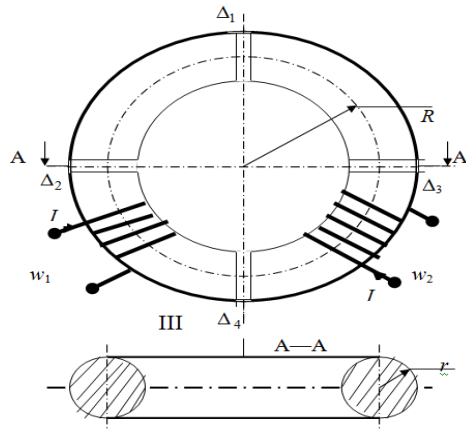
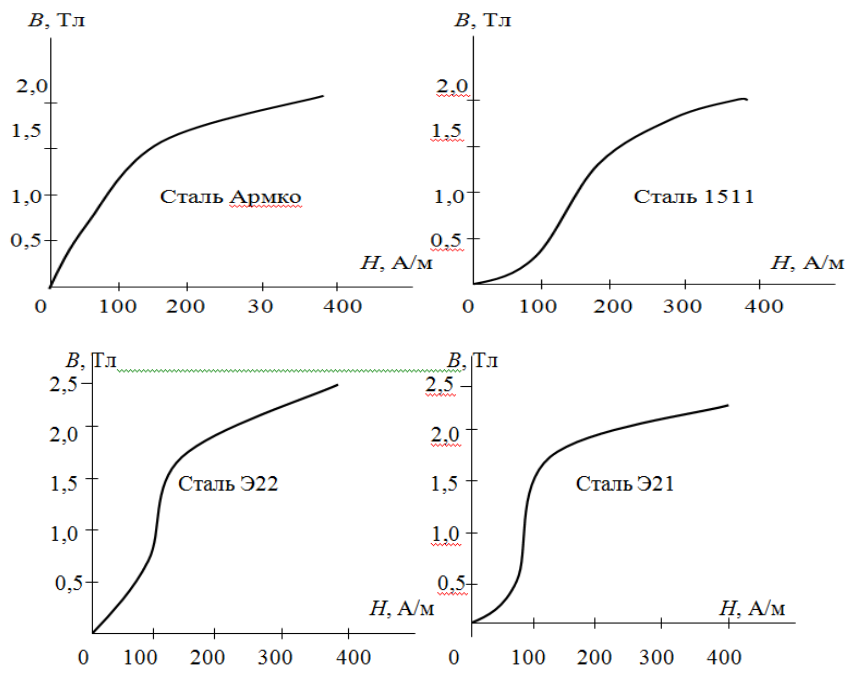

Рис.33. Схема магнитопровода постоянного тока с двумя обмотками
Рис.34. Кривые намагничивания материалов сердечника магнитопровода
**Задача 2.** По обмоткам, намотанным на магнитопровод, выполненный в виде тороида вращения, с числом витков  $w_1$  и  $w_2$  пропускаются, соответственно, токи  $I_1$  и  $I_2$  (рис.33). Магнитопровод имеет воздушные зазоры длиной  $\Delta_1$ . Требуется рассчитать магнитный поток  $\Phi$  в магнитопроводе, магнитную индукцию  $B$ , а также напряженности магнитного поля, соответственно, в ферромагнитном участке магнитопровода –  $H_1$  и в воздушных зазорах –  $H_\Delta$ . Необходимые данные приведены в табл.9. Кривые намагничивания используемых материалов представлены в виде графиков (рис.34).